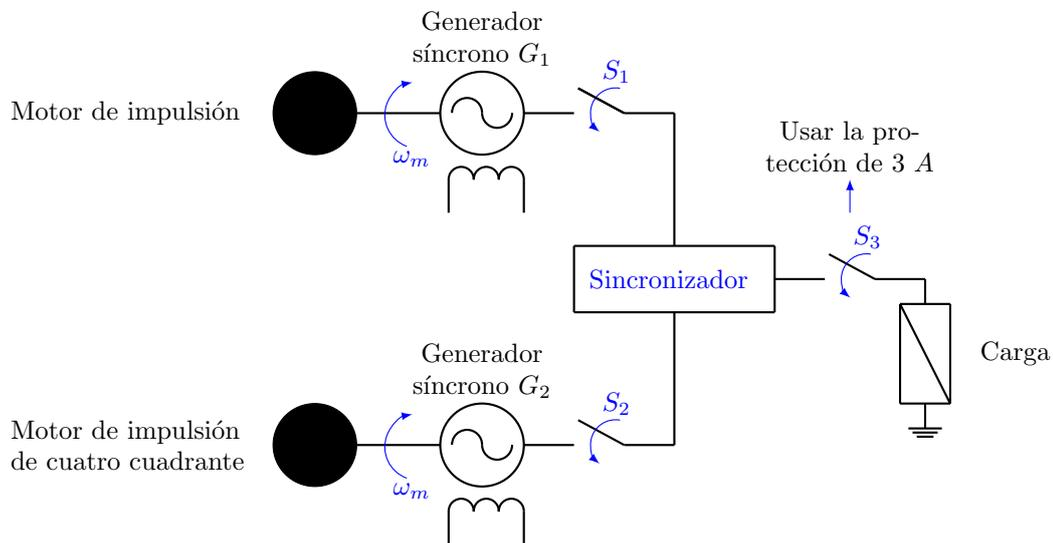

Figura 9: Circuito para desarrollar la práctica.
1. Monte el circuito de la figura 9, ahora cambiando la carga por una carga RC conectada en Y.